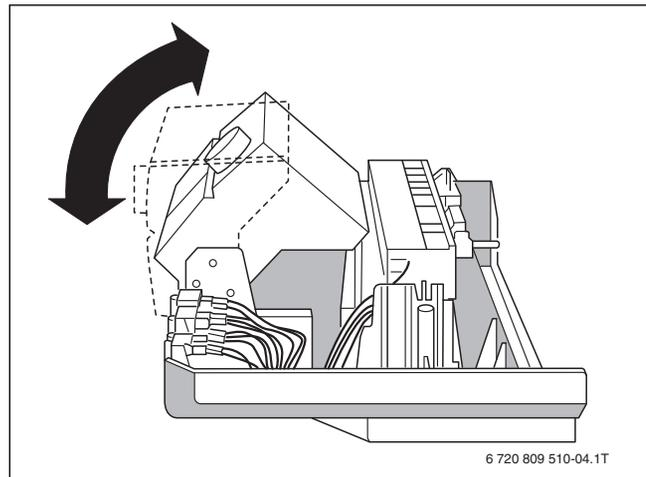

Рис. 24 Наклон панели индикации
- ▶ При комбинации с баком типа L мы рекомендуем установить панель индикации прямо, без наклона (→ рис. 24).